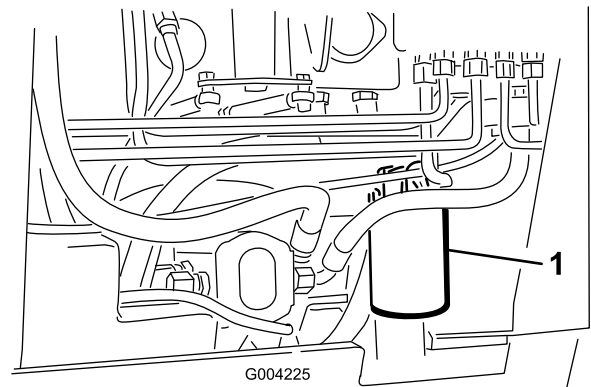

Figure 57
4. Placez un bac de vidange sous le filtre (Figure 57).
5. Enlevez le filtre à huile usagé (Figure 57) et essuyez la surface du joint de l'adaptateur.
7. Montez le filtre de rechange sur l'adaptateur (Figure 57). Tournez le filtre dans le sens horaire jusqu'à ce que le joint rejoigne l'adaptateur, puis donnez 3/4 de tour supplémentaire.